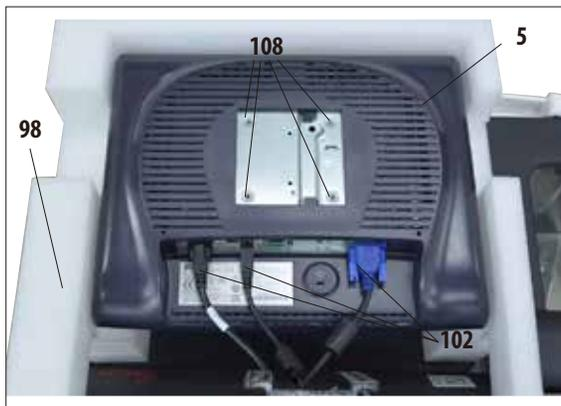

Fig. 14
- Antes de atornillar el monitor a la consola se debería comprobar que las tres conexiones (102) (alimentación, conexión USB y cable del monitor) están correctamente fijadas en la parte inferior del monitor (fig. 14).